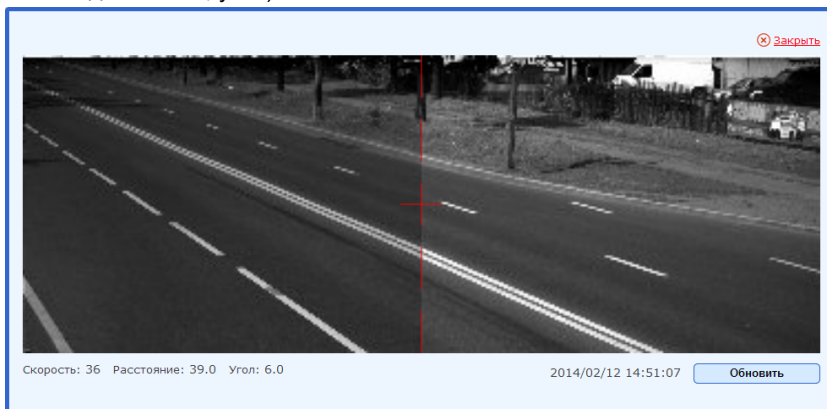

Рис. 5. Режим тестирования комплекса³
- Откроется программа проведения поверки комплекса (см. Рис. 5).